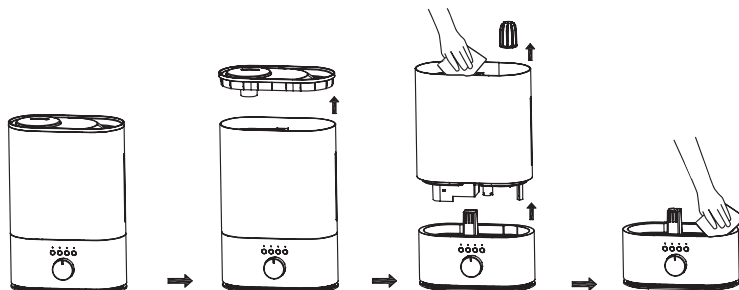

Рис. 6
2. При чистке резервуара для воды (раз в 2–3 недели) снимите крышку резервуара, снимите резервуар с основания прибора, достаньте фильтр-картридж, сотрите налет мягкой тканью с поверхности прибора, внутри резервуара и внутри основания, затем промойте резервуар водой (см. рис. 6).
4. При очистке внешнего корпуса увлажнителя опустите мягкую ткань в теплую воду при температуре ниже 40 °C, а затем сотрите грязь с поверхности (см. рис. 6).